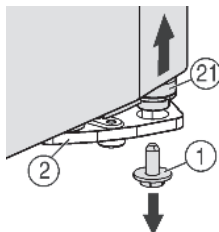
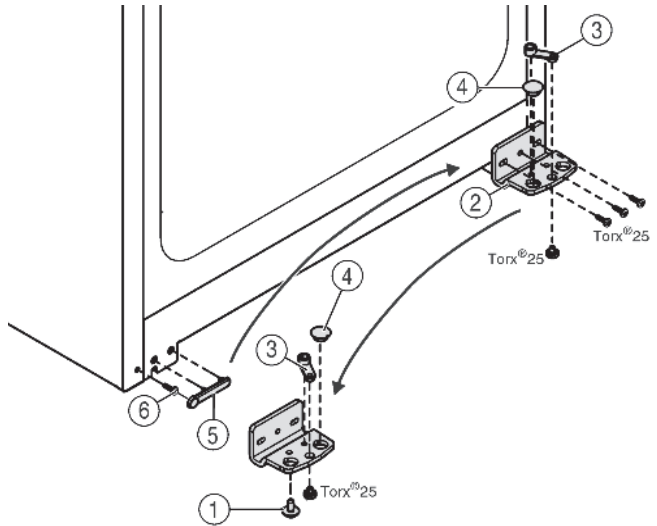

Fig. 4
Fig. 5
- Vpravo dole na stojanu ložiska vyšroubujte pojistný šroub Fig. 4 (1).
- Ložiskový čep Fig. 4 (21) se uvolní ze stojanu ložiska Fig. 5 (2).
- Jestliže se ložiskový čep Fig. 4 (21) neuvolní, vytlačte čep zdola.
- Našroubujte stojan ložiska Fig. 5 (2).
- Našroubujte ložiskový díl Fig. 5 (3) a přemístěte do protilehlého upínacího otvoru stojanu ložiska, opět přišroubujte.
- Vyjměte ze stojanu ložiska zátku Fig. 5 (4) a nasadte do protilehlého upínacího otvoru stojanu ložiska.
- Opatrně zvedněte kryt Fig. 5 (5) na straně madla.
- Vyšroubujte šroub Fig. 5 (6) a na protější straně ho opět nasadte.
- Kryt Fig. 5 (5) opět nasadte.
- Přišroubujte opět stojan ložiska Fig. 5 (2) na novou stranu závěsu (sílu 4 Nm), příp. pomocí akumulátorového šroubováku.
- Zašroubujte a dotáhněte pojistný šroub Fig. 4 (1) dole do ložiskového čepu (**silou 4 Nm**).